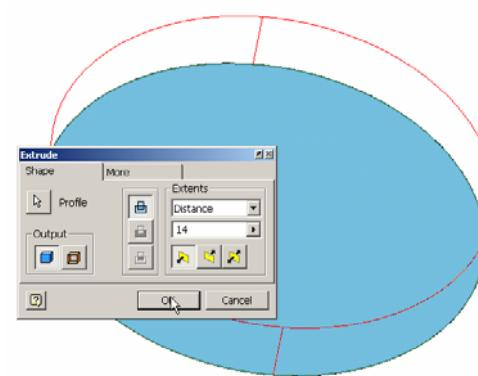

Figura 2.10.3.
- din lista **Extents** - opțiunea **Distance** - distanța de extrudare **14**, figura 2.10.3.